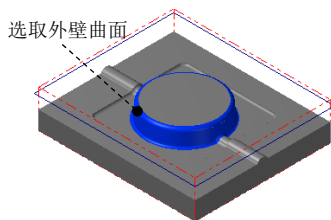

图 12.21 选取加工面
Step1. 选择加工方法。选择下拉菜单 **刀具路径 (T)** → **曲面精加工 (F)** → **精加工等高外形 (C)...** 命令。
(1) 在图形区中选取图 12.21 所示的面 (共 11 个), 按 Enter 键, 系统弹出“刀具路径的曲面选取”对话框。